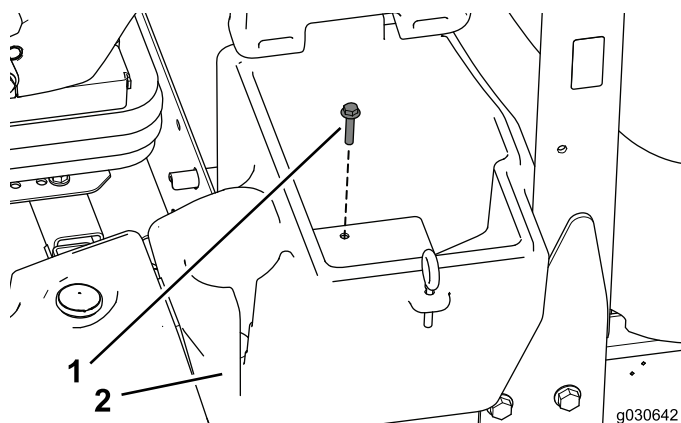

Bild 1
1. Entfernen Sie die Schraube, mit denen das Ablagefach an der linken Seite der Maschine befestigt ist, und legen es zur Seite (**Bild 1**).